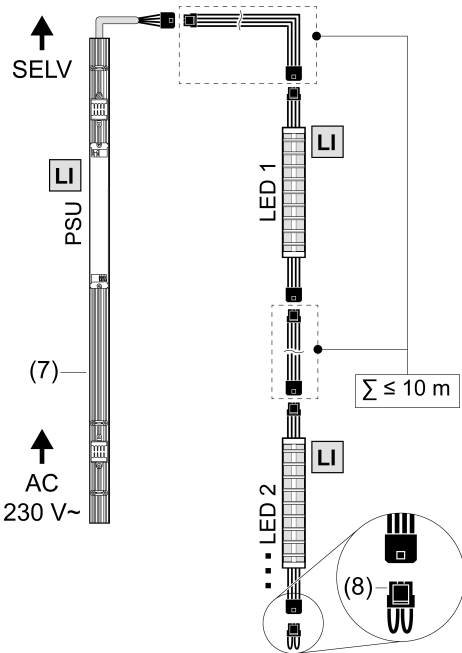

Bild 4: Anschlusskizze
- Lichteinsätze gemäß Anschlusskizze verketteten und mit einem geeigneten Betriebsgerät (7) verbinden (Bild 4).
- Verkettung am Ausgang des letzten Lichteinsatzes immer mit einem Kurzschlussstecker (8) abschließen.